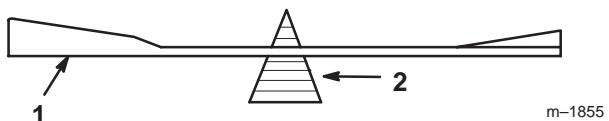

Figure 34
2. Vérifiez l'équilibre de la lame en la plaçant sur un équilibrEUR (Fig. 34). Si la lame reste horizontale, elle est équilibrée et peut être utilisée. Si la lame est déséquilibrée, limez un peu l'extrémité de la partie incurvée seulement (Fig. 32). Répétez la procédure jusqu'à ce que la lame soit équilibrée.